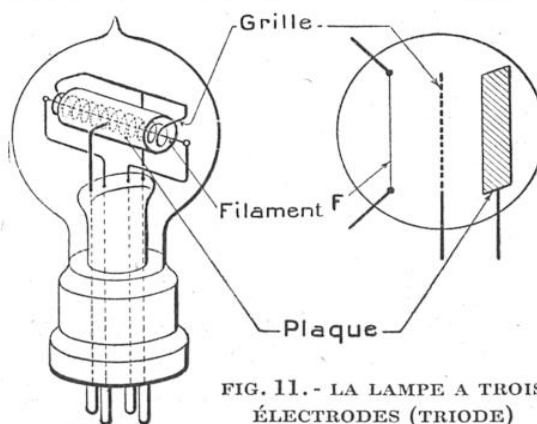

FIG. 11. — LA LAMPE A TROIS ÉLECTRODES (TRIODE)
comporte naturellement quatre broches (fig. 11). On conçoit tout de suite — ce qui ne nous empêchera pas de préciser ce point dans quelques instants — que la tension grille-filament agira sur l'émission thermo-électronique du filament bien plus efficacement que la tension plaque-filament, puisque la grille est *plus rapprochée* du filament que la plaque : c'est ainsi qu'une variation d'un volt dans la tension grille-filament pourra fort bien avoir le même effet qu'une variation de 10 volts dans la tension plaque-filament.
Signalons, en passant, qu'on améliore l'appareil en le munissant d'une seconde grille ou grille auxiliaire, comme l'a proposé l'Allemand Schottky en 1918 : c'est la lampe *bigrille*, qui ne fait appel à aucun phénomène nouveau (2). La grille auxiliaire est dite « neutralisatrice » (3), lorsqu'on la dispose entre f et g (fig. 11) ; dans le cas contraire, elle est dite « protectrice ».
(1) On pourra se reporter à ce que nous avons dit sur l'amplification dans le n° 125 de *La Science et la Vie*, p. 362-363.
(2) Il y a naturellement cinq broches, au lieu de quatre (fig. 11).
(3) Elle neutralise l'influence gênante des électrons qui avoisinent le filament.
(4) C'est-à-dire des courants alternatifs de haute fréquence.